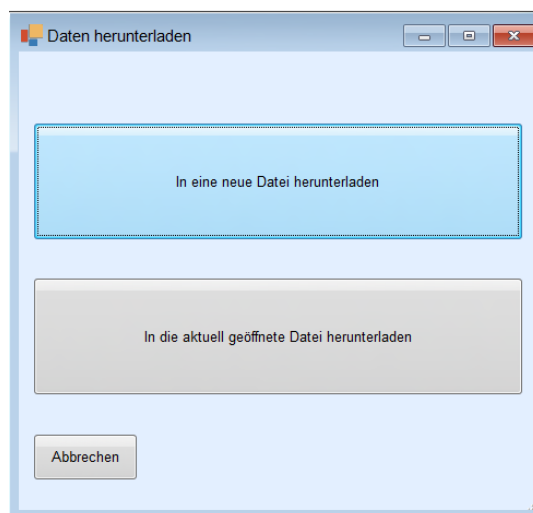

Abbildung 7.3: Auswahlfeld der Download-Optionen
- Wenn die Objektstrukturdatei bereits im Benutzerarbeitsbereich geöffnet ist, wird das Auswahlfeld für die Download-Optionen geöffnet, **Abbildung 7.3**: